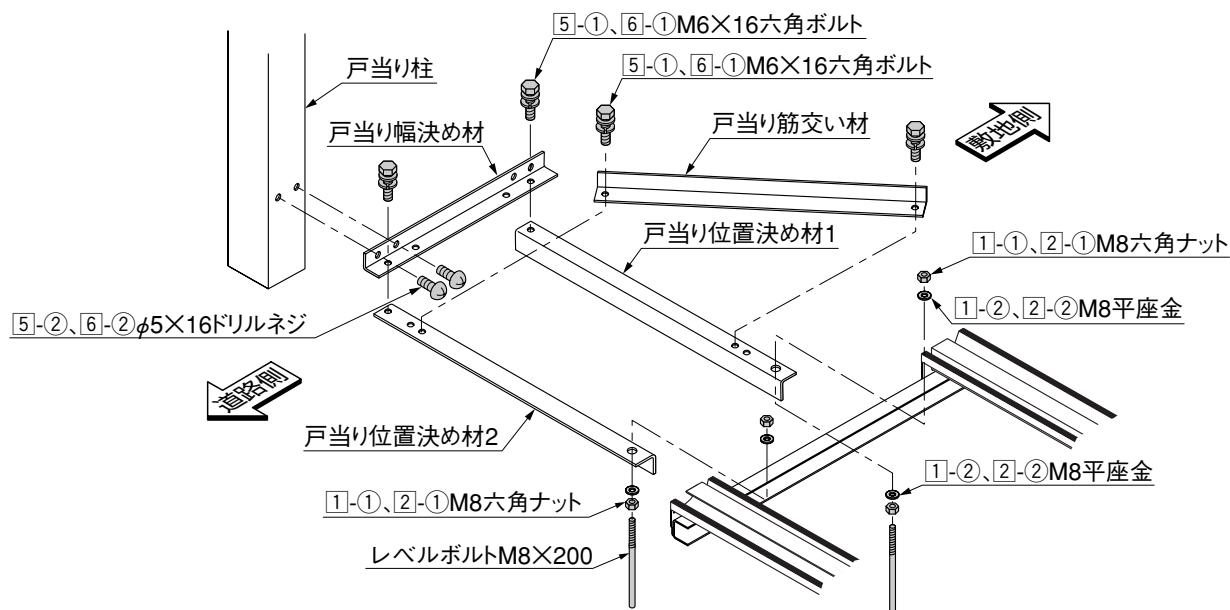
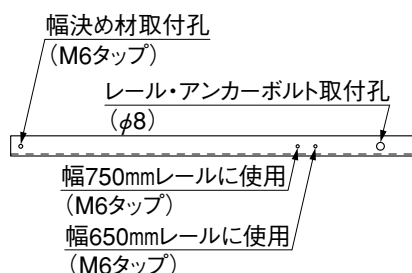
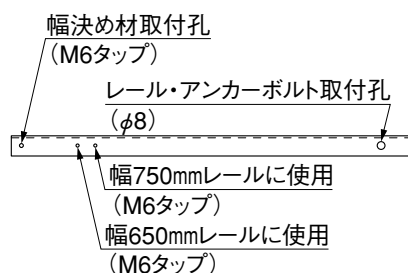

図4-6
図4-7 位置決め材1
図4-8 位置決め材2
- ① 片引き仕様のレール戸当り端部にレベルボルト、①-①（②-①）、①-②（②-①）で戸当り位置決め材1、戸当り位置決め材2を取付けてください。（図4-6参照）
- ② 戸当り筋交い材を図4-7、図4-8を参照して戸当り位置決め材に⑤-①（⑥-①）で取付けてください。（図4-6参照）
- ③ 戸当り幅決め材を戸当り位置決め材に⑤-①（⑥-①）で取付けてください。（図4-6参照）
- ④ 戸当り柱を図4-6、図4-9を参照して、戸当り幅決め材に⑤-②（⑥-②）で取付けてください。（図4-6参照）